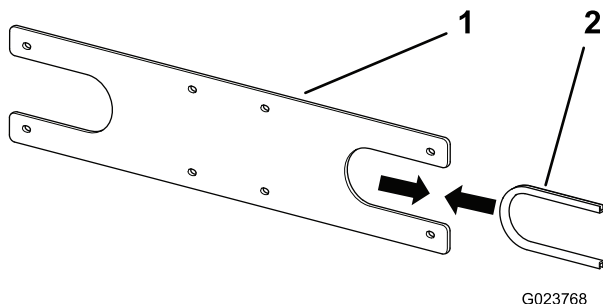

Рисунок 4
- Установите вставку в торцевую пластину (Рисунок 4) в том месте, где шланг проходит сквозь основание.